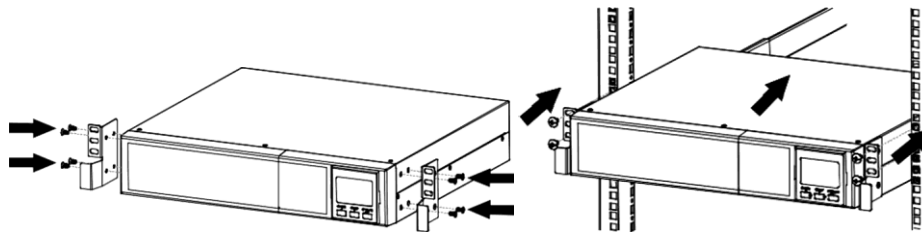

Рисунок 7 – Порядок установки ИБП и ВБМ в стандартный шкаф или стойку для телекоммуникационного оборудования шириной 19 дюймов
7.1.3 Установку ИБП в шкаф следует производить при помощи монтажного комплекта PPT68 (не входит в комплект поставки ИБП, и может быть приобретен дополнительно при заказе ИБП) в следующей последовательности (рисунок 7):